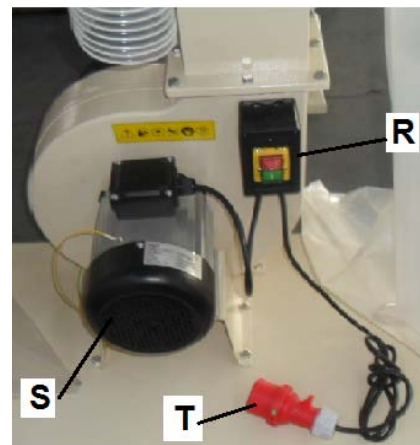

Рис. 12
Запуск и остановка устройства осуществляется магнитным переключателем (R). Штепсельная вилка установки обозначена буквой (T). Рис. 12